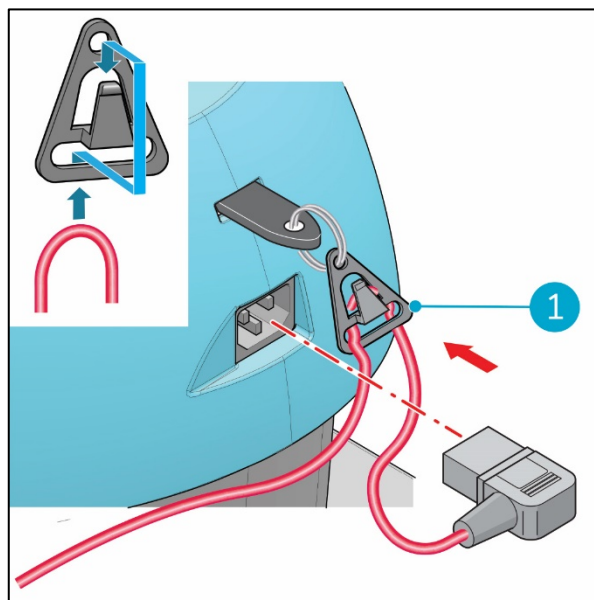

Figura 15
1. Accertarsi che il cavo di alimentazione principale sia inserito nel pressacavo (Figura 15, pos 1).